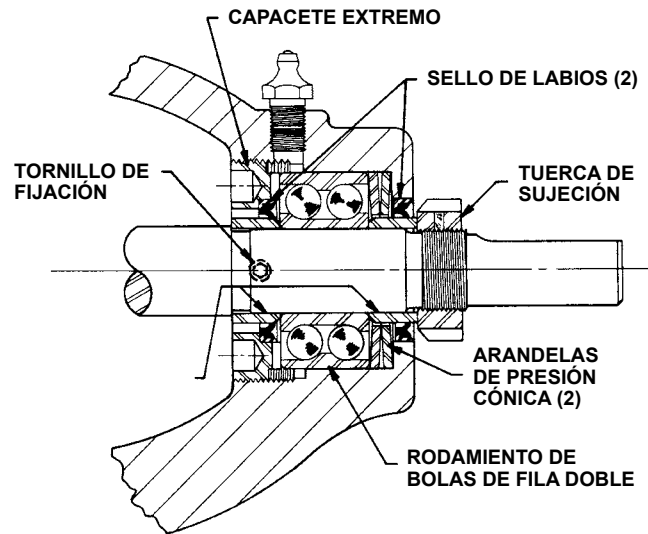

FIGURA 7
8. Para retirar las piezas del rodamiento de empuje, **Figura 7**, primero suelte el tornillo de fijación que bloquea el capicete extremo. A continuación, retire el capicete extremo, lo que permite el retiro del rodamiento de bolas y las arandelas de presión cónicas. Los rodamientos se deben lavar y examinar completamente. Se debe usar un nuevo rodamiento si existe alguna evidencia de desgaste o daño.
Al instalar sellos de labios nuevos, asegúrese de que estén ensamblados con los labios mirando como se muestra en la **Figura 7**.
4. (Consulte la **Figura 7**). Coloque las dos arandelas de presión cónicas con el diámetro interior en contacto, (entonces estará separado el diámetro exterior) en el área del rodamiento de empuje del soporte. A continuación, coloque el rodamiento de bolas de fila doble y el capicete extremo que contiene un sello de labios en su lugar. Apriete el capicete extremo con la mano hasta que se sienta una resistencia, luego apriete medio giro adicional.